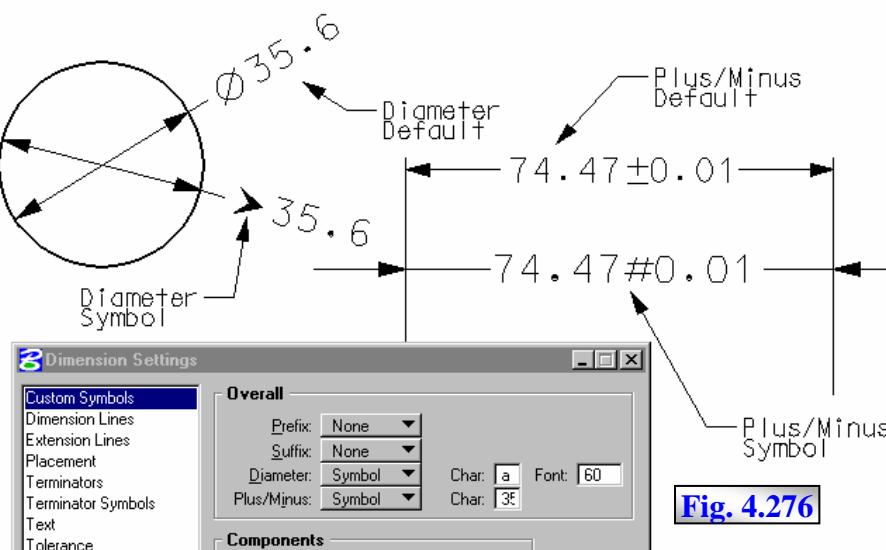

Fig. 4.276
- **Diameter** - dispune de două opțiuni: **Default** – care permite utilizarea caracterului implicit al MS "Ø" ca și simbol de diametru și **Symbol** – care permite specificarea unui alt caracter ca și diametru, caracter care este precizat în câmpul asociat **Char** cu fontul specificat numeric în câmpul **Font**, fig. 4.276;
- **Plus-Minus** - dispune de două opțiuni: **Default** – care permite utilizarea caracterului implicit al MS "±," ca și simbol de *plus/minus* și **Symbol** – care permite specificarea unui alt caracter ca și *plus/minus*, caracter care este precizat în câmpul asociat **Char**, fig. 4.276;